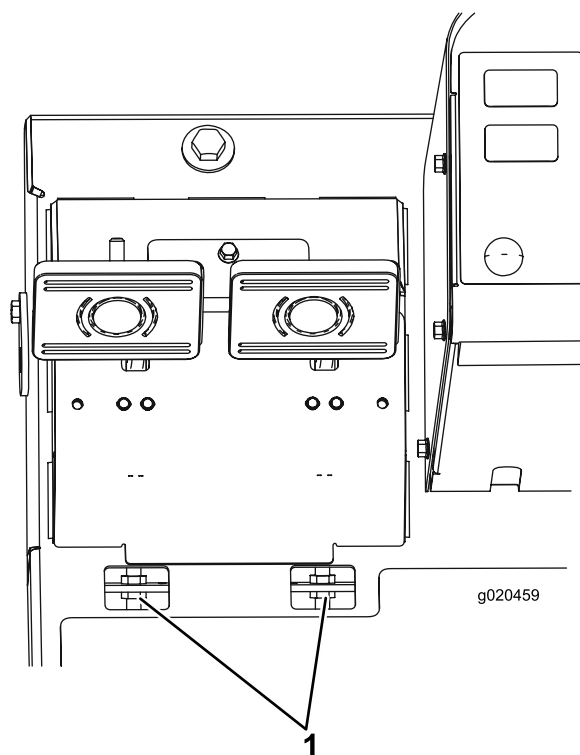

Figura 95
- B. Afloje la tuerca delantera del extremo roscado del cable de freno (Figura 95).